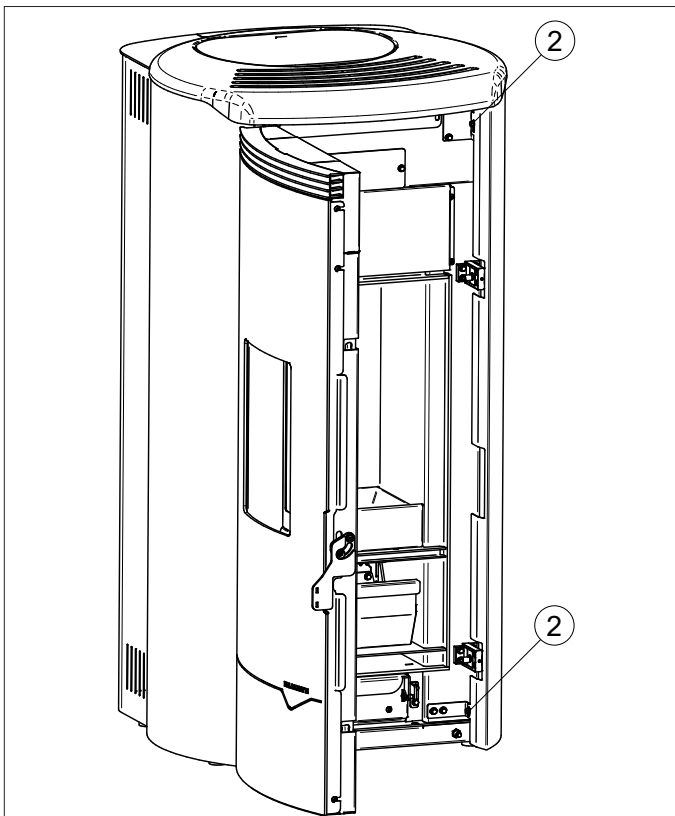

Abb. 6.3b
- Die beiden vorderen Schrauben (2) abschrauben, die vier hinteren Befestigungsschrauben der rechten Seite (3) lösen und sie entfernen (**Abb. 6.3b - 6.3c**).